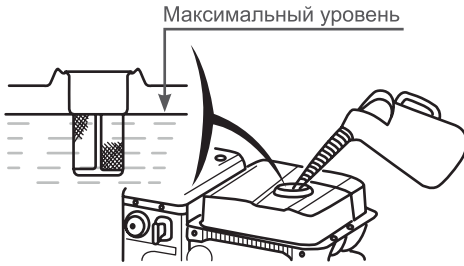

Рис. 28 Максимальный уровень топлива в топливном баке
Максимальный уровень топлива показан на Рис. 28.
3. Залейте бензин в топливный бак при помощи специальной емкости или воронки до уровня, показанного на Рис. 28.